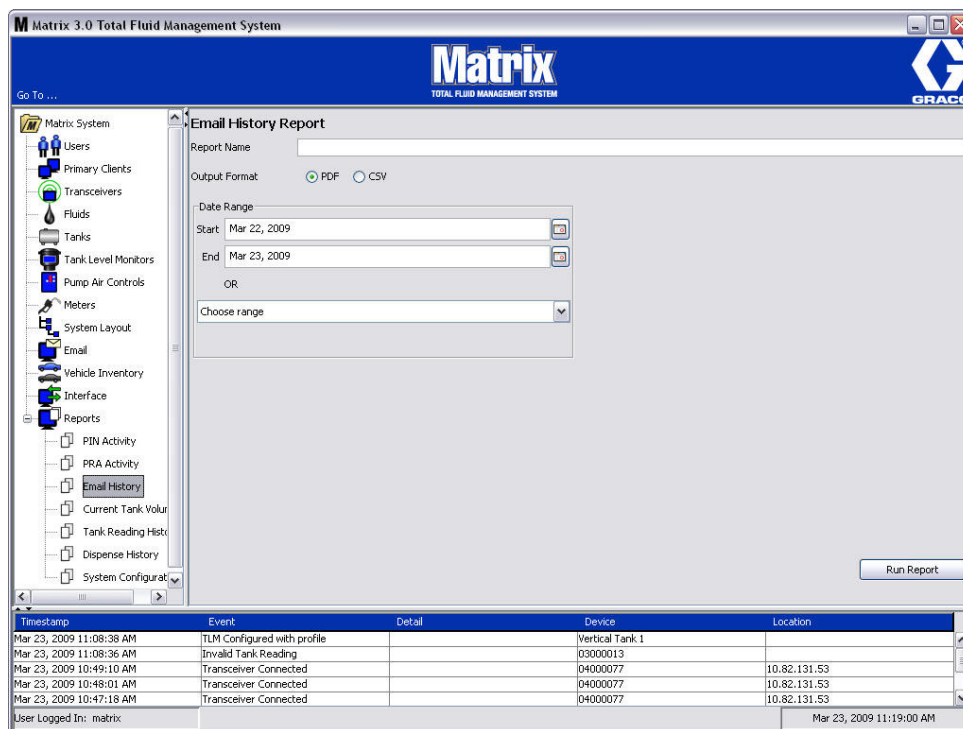

Рис. 171
- Экран «E-mail Activity» [Активность электронной почты] (Рис. 171)